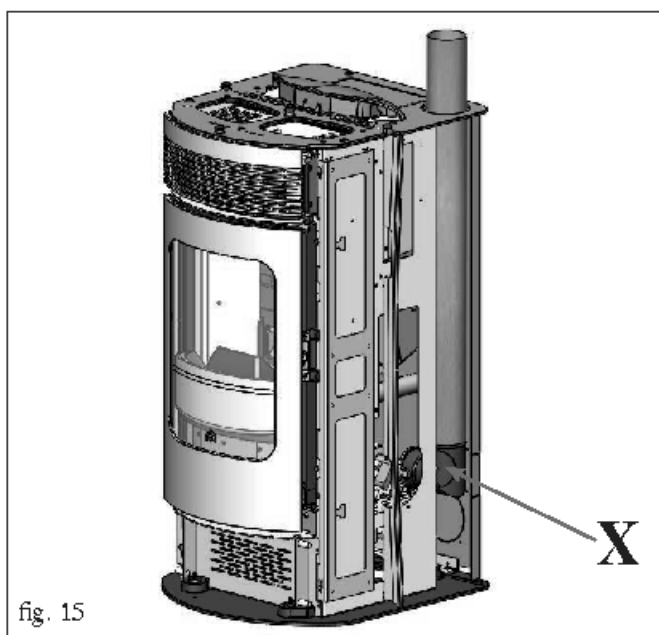

fig. 15
- Desmontar el codo de empalme (X - fig. 15) provisto de brida del caracol de humos y volver a colocarlo con el acoplamiento para el empalme con el tubo de salida de humos (no suministrado) dirigido hacia arriba.